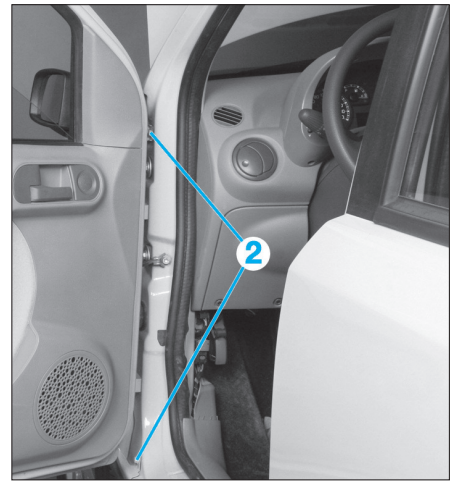

FIG. 102
- Déposer les vis de fixation (2) (Fig.102).